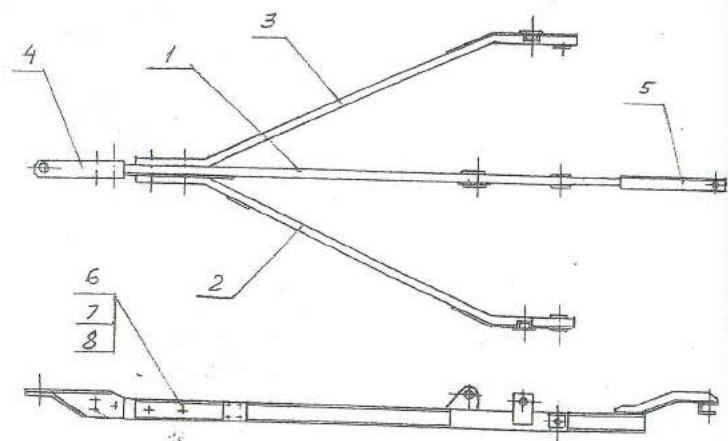

Рис. 3
- 3.3 Снпца (рис. 3) предназначена для присоединения культиватора к трактору или сцепке. Она шарнирно крепится к переднему брусу рамы и соединяется с кронштейном рамы гидроцилиндром.